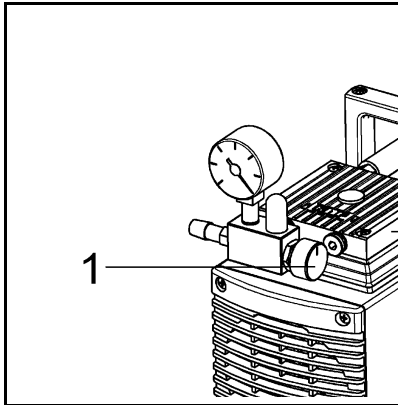

Abb. 8: Feinregulierungsventil
- Die Durchflussmenge der Pumpe am Ventilknopf des Feinregulierungsventils einstellen (siehe Abb. 8/1).